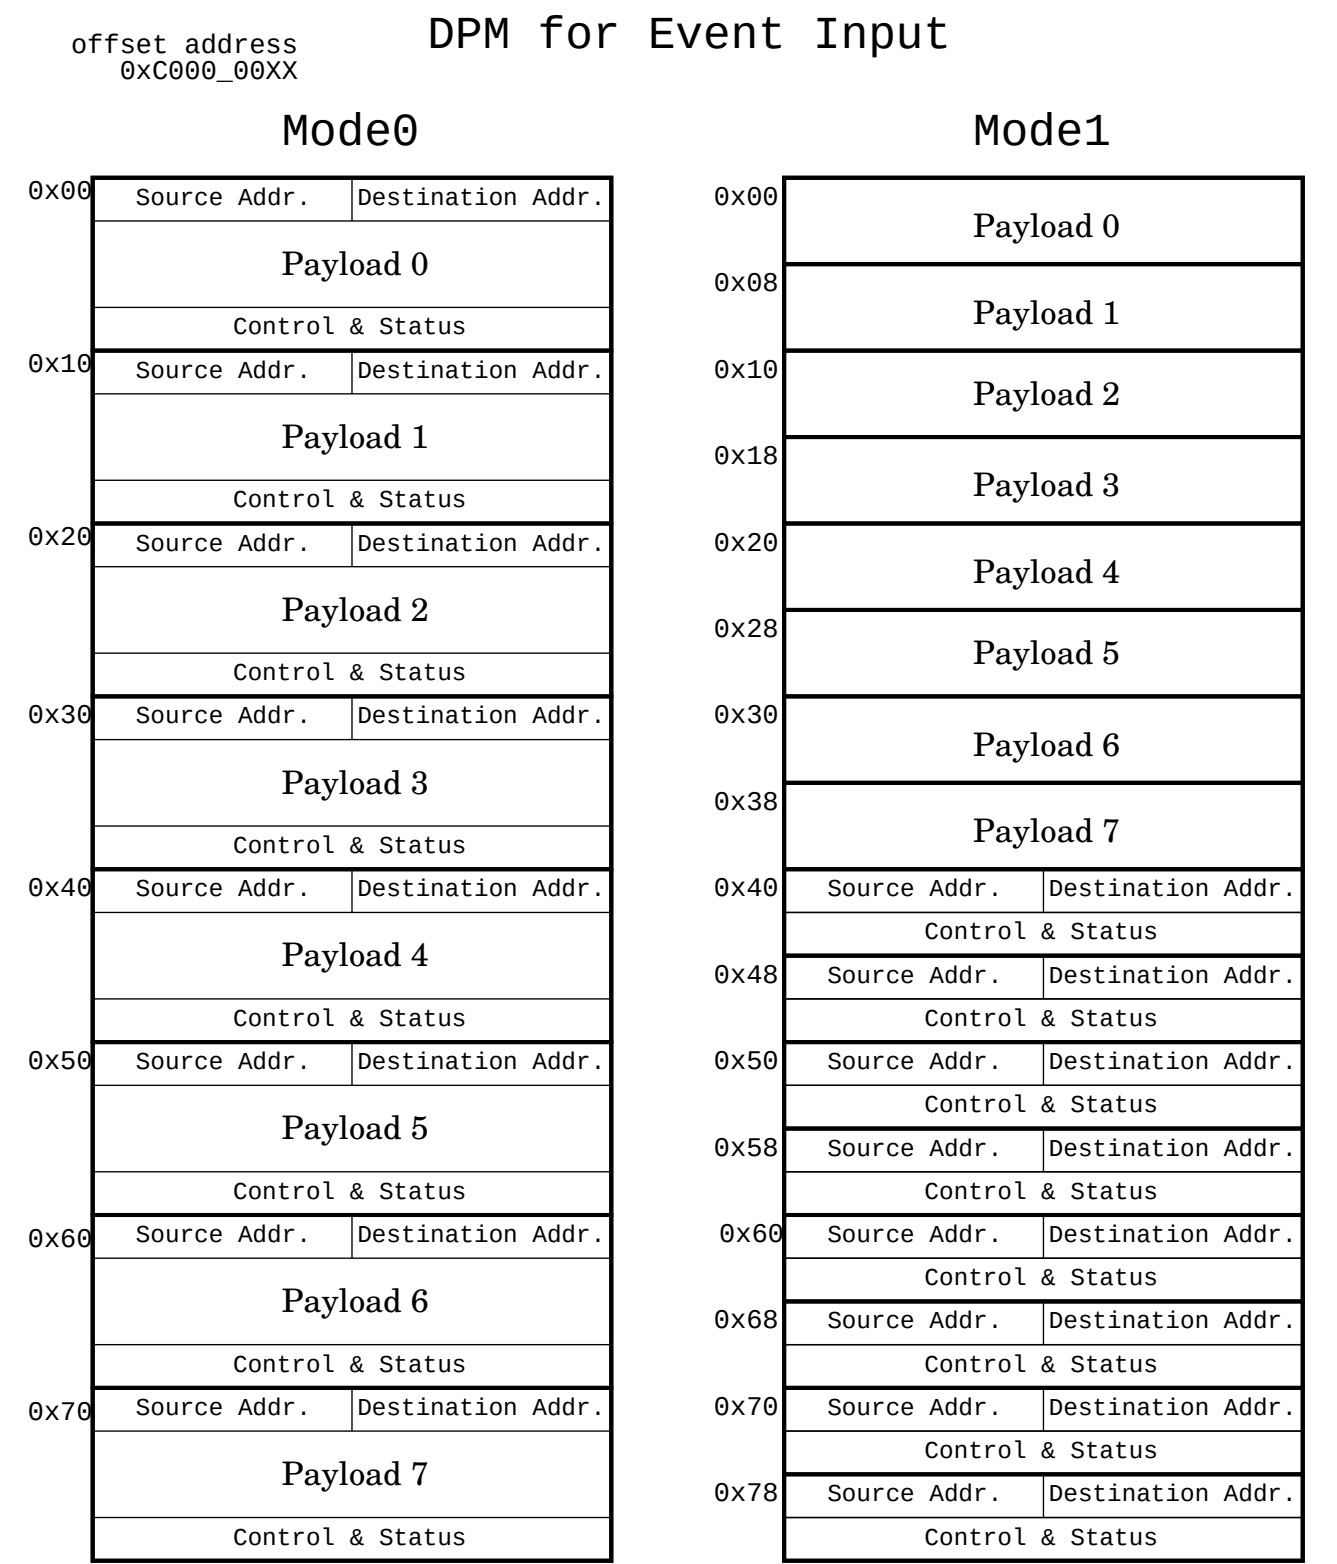
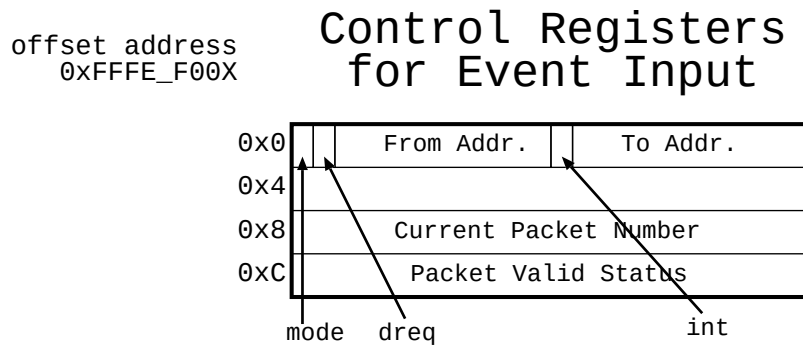

图 26.11: DPM for Event Input
図 26.12: Event in control register
図 26.11 にイベントリンク入力用 DPM の構成を示す。Event in control register（図 26.12 参照）に対して、開始アドレス From_Addr (byte address ではなく word address) と終了アドレス To_Addr (word address) を設定することにより、複数パケットを一度に受信できる。From_Addr と To_Addr は人間に分かりやすいようにこのような名前を付けられているが、実際には全く同じ機能のレジスタが二つ用意されている。From_Addr, To_Addr 共に、設定された word address - 1 のアドレスに DPM の *Responsive Link* 側からデータが書かれた瞬間に、DPM からプロセッサバス側に対して出力 (DMA 転送) を開始する (dreq bit が設定されている場合)。int bit の割り込みを利用して、ソフトウェアで受信することもできる。
DPM の制御レジスタ（図 26.12 参照）に以下を設定することで、受信の制御を行う。
- Mode1: mode bit に 1 を設定。ヘッダとペイロードを図 26.11 のように分離して受信。
Current Packet Number (r) 現在送信されているパケット番号（図 26.11 の payload 番号に相当）を示す